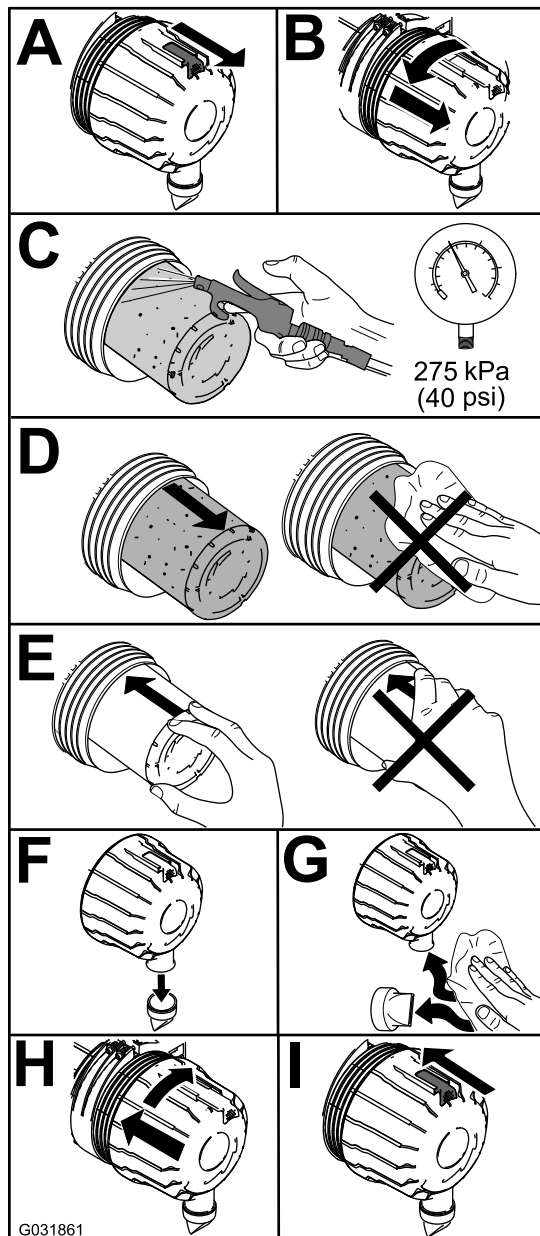

Bild 57
1. Tauschen Sie den Luftfilter aus (Bild 57).